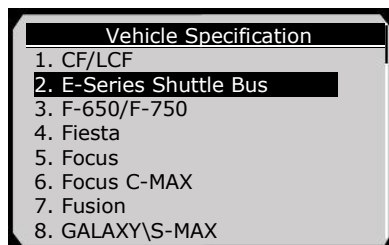

Figura 6.12
- 6) Seleccione una serie específica del coche del menú de **Specifico Vehículo** referencia.(Figura 6.12)